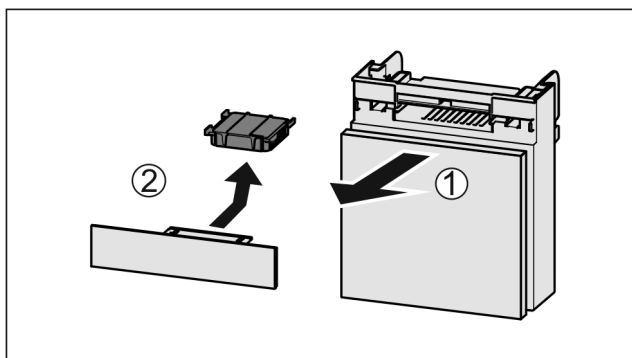

Fig. 119
- Lade vanaf de voorkant eruit trekken Fig. 119 (1).
- Actiefkoolfilter verwijderen Fig. 119 (2).